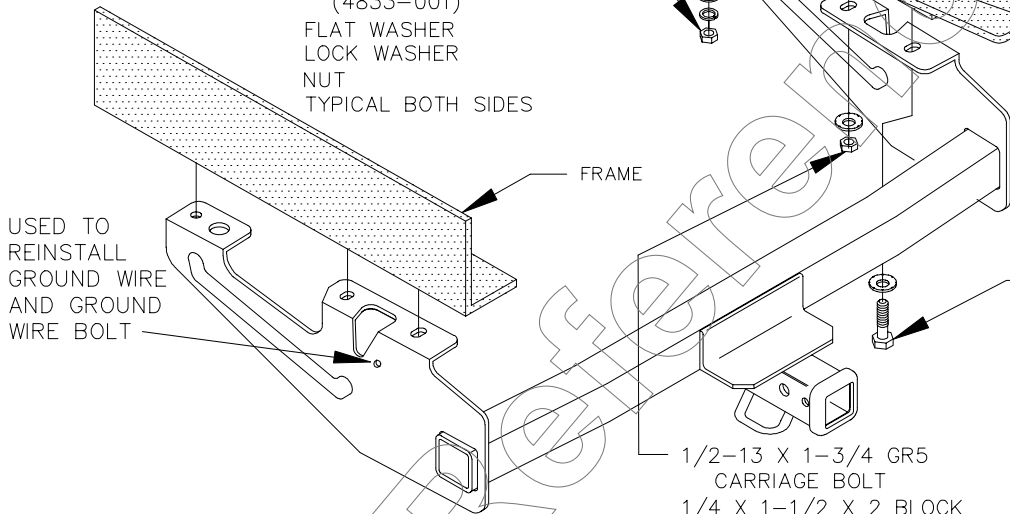

FIGURE 2
- INSTALL REMAINING FASTENERS AS SHOWN IN FIGURE 2.